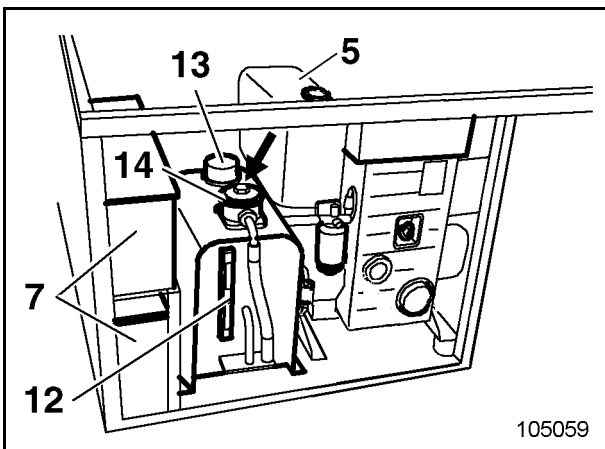

Fig. 3-152:
- Nach jedem Arbeitseinsatz Kraftstofftank über den Einfüllstutzen (5, Fig. 3-152:) befüllen.
- Regelmäßig Batterien (7) und Kabelanschlüsse prüfen.
- Vor jedem Arbeitseinsatz den Hydraulikölstand am Füllstandsrohr (12, Fig. 3-152:) überprüfen; ggf. Hydrauliköl nachfüllen.
- Regelmäßig am Verschmutzungsanzeiger (Pfeil, Fig. 3-152:) die Verschmutzung des Hydraulik-ölfilters überprüfen.
- Hydraulikölfilter (14) und Belüftungsfilter (13) wechseln.